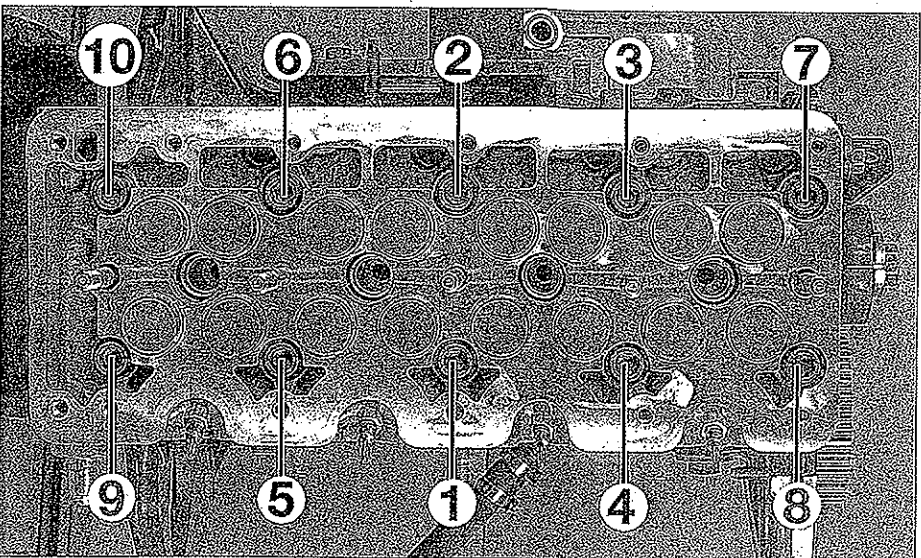

FIG. 31
- Colocar la culata sobre el bloque motor y apretar en el orden y al par prescritos los tornillos de culata (fig. 31).